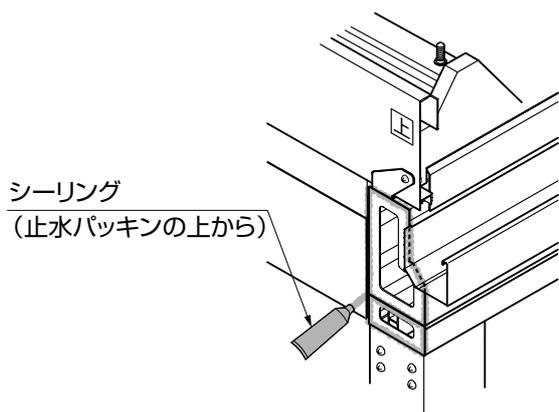
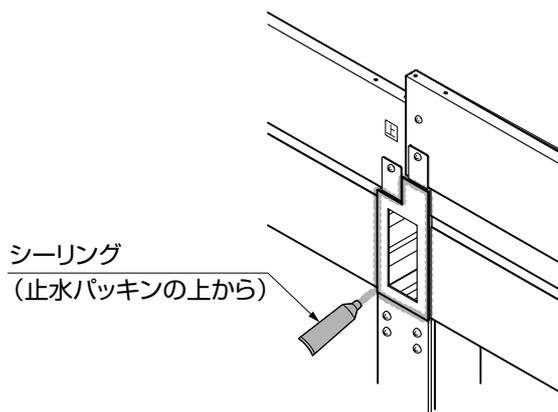

図19-10
図19-11
- ② 幕板取付金具下部と金具周囲をシーリングしてください。
③ 桁端面を止水パッキンの上からシーリングしてください。(図19-10、図19-11参照)